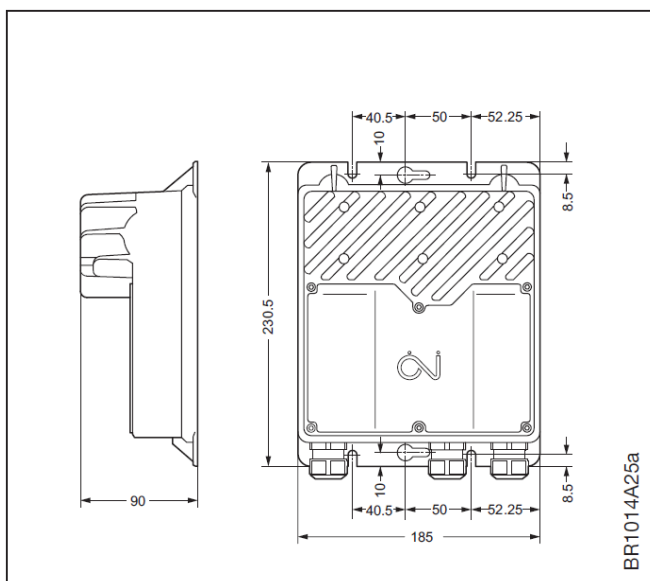

Abb. 2-1: H1 Gehäuseabmessungen
NI-DV ist in insgesamt 11 Leistungsgrößen verfügbar (siehe Tab. 2-2). Die Leistungsgrößen verteilen sich auf insgesamt vier Gehäuse-Baugrößen (H1, H3, H4, H5). Maßskizzen der Gehäuse sind in Abb. 2-1 bis 2-4 ersichtlich. Alle Gehäuse sind aus Druckguss-Aluminium gefertigt.
- Abmessungen von NI-DV können Tab. 2-2 und Abb. 2-1 bis 2-4 entnommen werden.